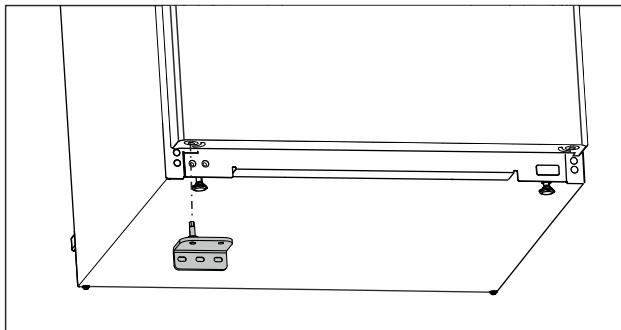

Fig. 24
- Umetnute donje ležajno postolje na suprotnu stranu. (pogledajte Fig. 24)